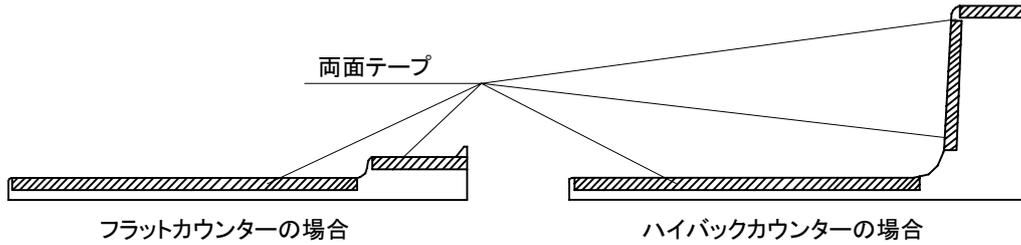

図13-16
- ① 天板見切り部材を、見切りに付属の両面テープで、カウンターの側面に貼付けてください。(図13-16)